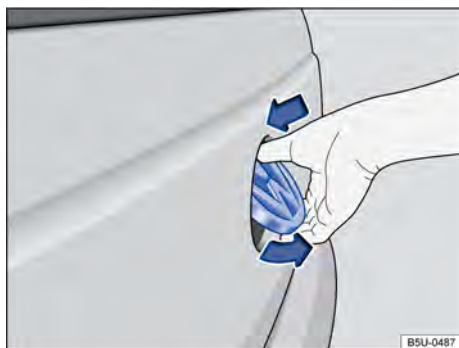

Fig. 48 Abrir a tampa do compartimento de carga.
- Com o polegar, pressionar a parte superior do logo Volkswagen → Fig. 48 e inserir os outros dedos na parte inferior, puxando-o para fora. A tampa irá destravar-se, ficando posicionada pela ação da mola a gás. Puxá-la para baixo para abrir.